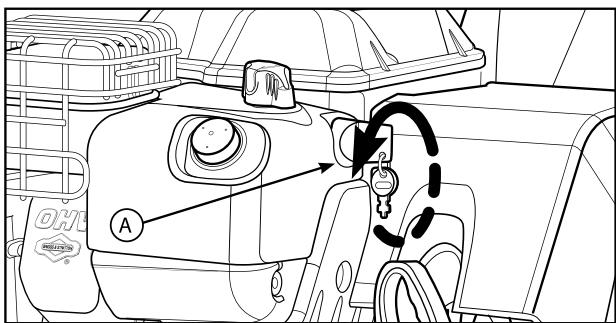

Рис. 7
- Поверните ключ ВКЛ/ВЫКЛ (A, рис. 7) в положение ВЫКЛ и выньте его, либо выньте ключ зажигания.